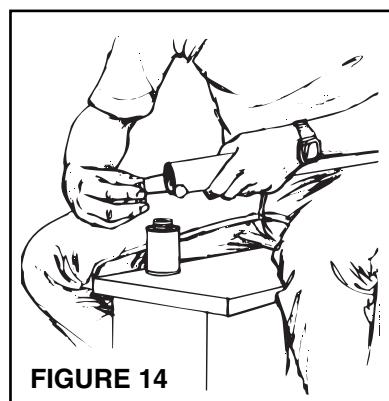

FIGURE 14
11. Voir la figure 14. Appliquez la colle PCV (Modèle 379) à l'extérieur du tuyau. Couvrez le tube à 2,54 cm du bout du tuyau. Faites attention de ne pas mettre de colle à l'intérieur du tuyau.